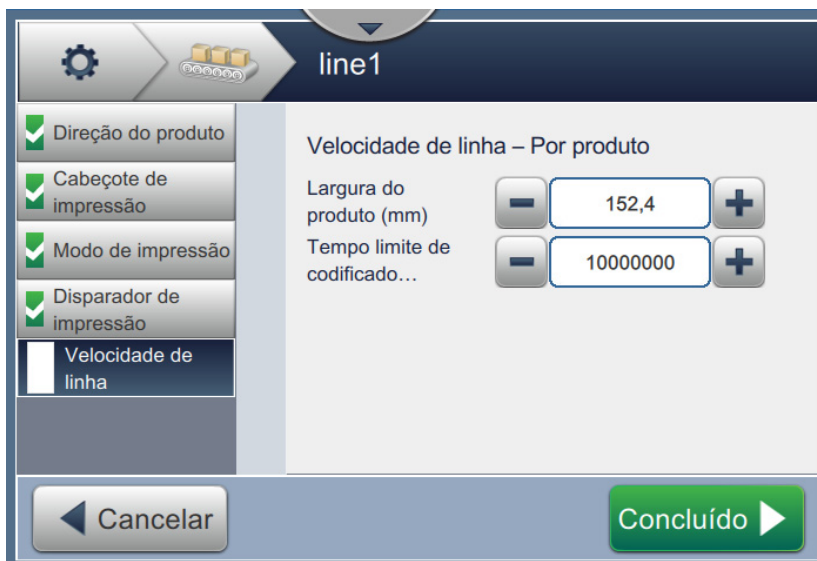

Figura 6-37: Velocidade de linha – Medida por configurações de tamanho do
2. Altere os parâmetros necessários na tela Configurações, como mostra a Figura 6-37.